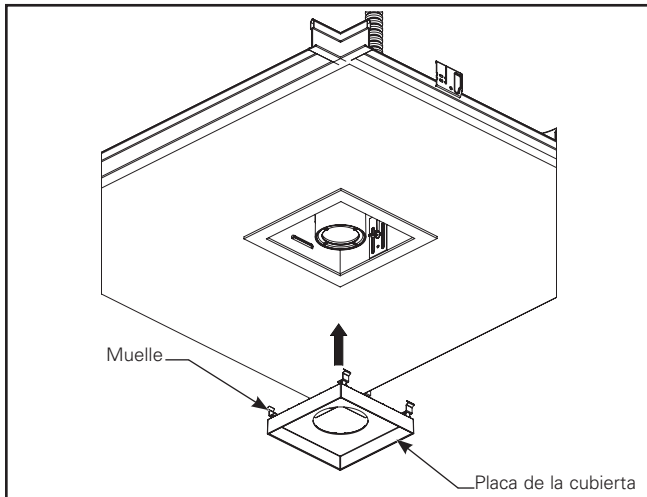

Figura 1.16.
7. Instale la placa de la cubierta (placa deflector) en el alojamiento. Empuje la unidad de la placa hacia arriba a través de la moldura durante la instalación. Comprima el muelle hacia adentro para que la unidad de la placa pueda empujar hacia arriba en el alojamiento (Figura 1.16)